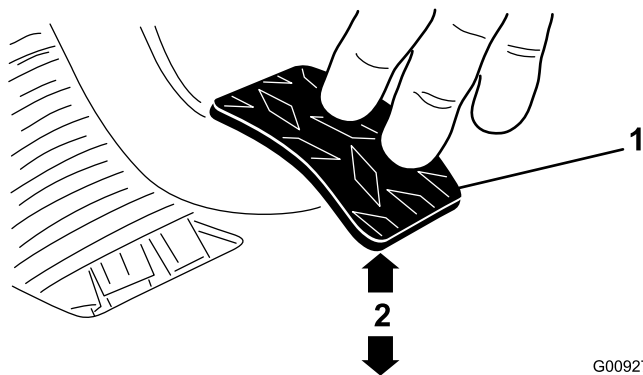

図 64
3. ジャムナットまたはボールジョイントを調整する 1.8 kg の力でクラッチペダルを踏んだ時にペダルの裏面の下端が床のダイヤモンド柄の頂部から 9.2-9.8 cm になるようにする **図 64**。